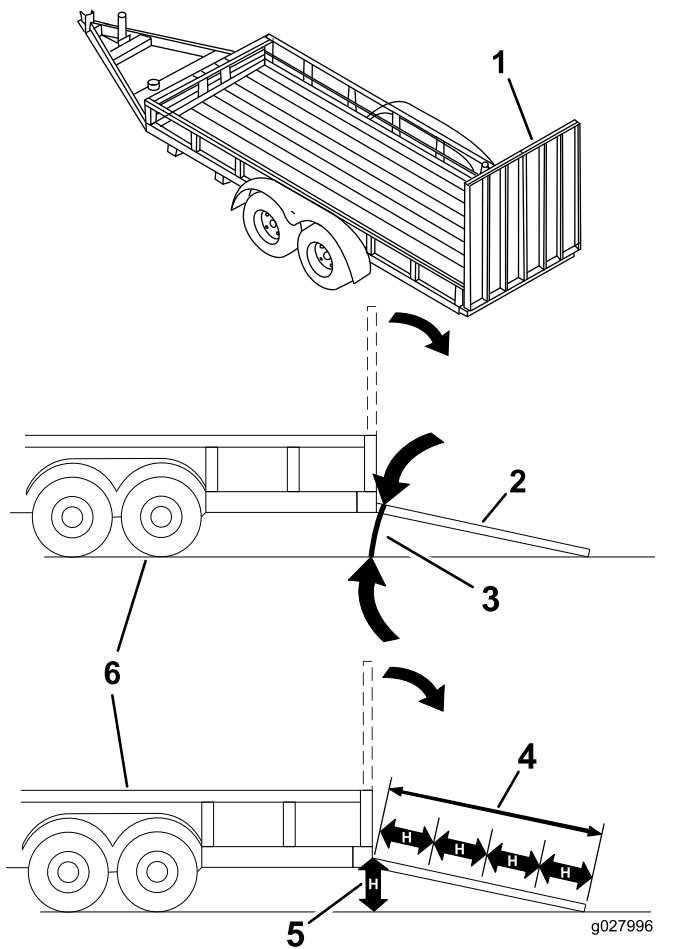

Figura 30
Colocar uma máquina num reboque ou camião aumenta a possibilidade de capotamento e pode provocar graves ferimentos ou morte (Figura 30).
1. Baixe a rampa, certificando-se de que o ângulo entre a rampa e o solo não é superior a 15 graus (Figura 30).